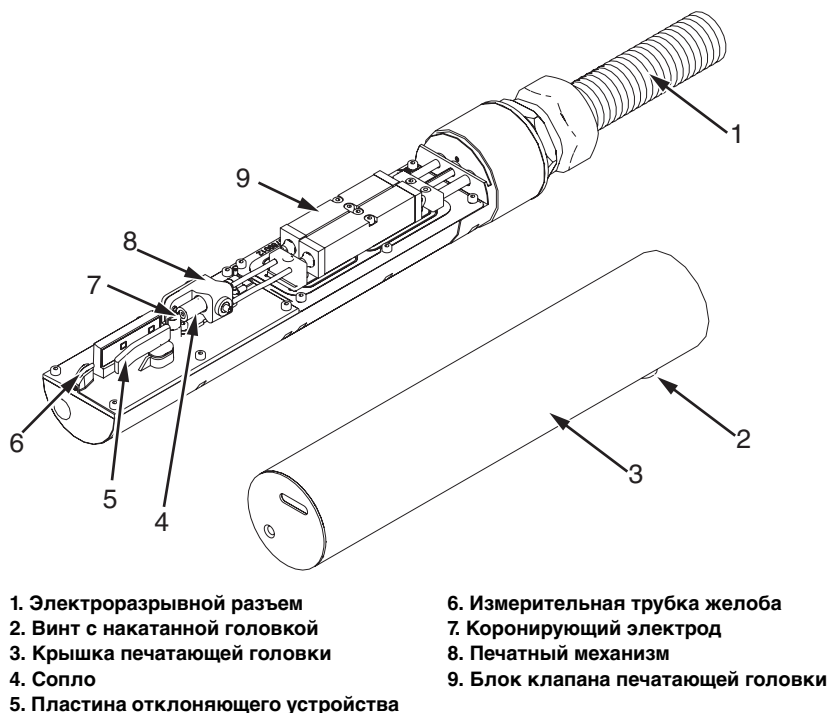

Рисунок 6-4: Печатающая головка
- 3 Ослабьте винт с накатанной головкой (деталь 2, Рисунок 6-4 на странице 6-6), и снимите крышку печатающей головки (деталь 3).
- Измерительная трубка желоба (деталь 6, Рисунок 6-4)